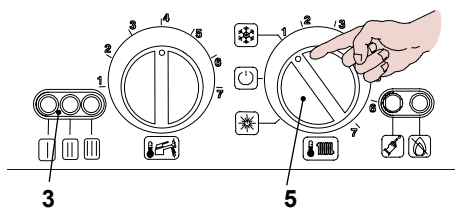

рис. 2.2
- Подайте электрическое питание на котел с помощью двухполюсного выключателя; индикатор 3 на рис. 2.2 будет мигать с интервалом в 4 секунды.
- Поверните переключатель 5 как показано на рис. 2.2; индикатор 3 начнет мигать с интервалом в 2 секунды.